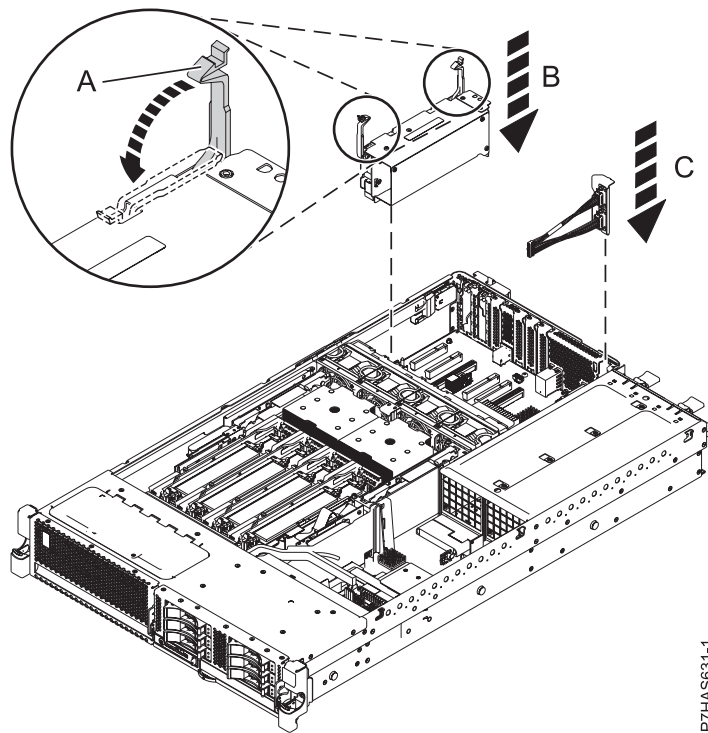
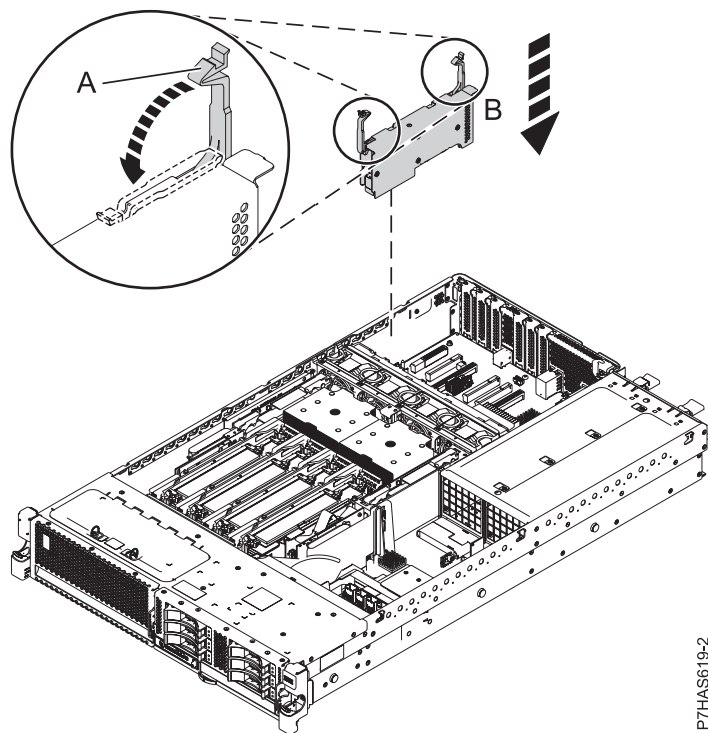

Figura 2. Instal·lació de l'adaptador GX FC EJ0G en un sistema
Figura 3. Instal·lació de l'adaptador GX FC EJ0H en un sistema
9. Prepareu la instal·lació del nou adaptador estirant els pestells (A) de l'adaptador de la posició oberta. A la Figura 2 a la pàgina 4 es mostra la instal·lació de l'adaptador GX FC EJ0G en el sistema i a la Figura 3 a la pàgina 4 es mostra la instal·lació de l'FC EJ0H al sistema.
12. Gireu suaument els pestells **(A)** fins que quedin en posició de bloqueig, tal com es mostra a Figura 2 a la pàgina 4 i a Figura 3 a la pàgina 4.
- a. Agafeu amb compte el conjunt del cable SPCN de 2 ports FC EJ0G **(C)** que es mostra a la Figura 2 a la pàgina 4 per la peça de contrapunt superior i alineu-la amb l'orifici de la ranura 1 de l'adaptador GX (P1-C1) a la part posterior del xassís.